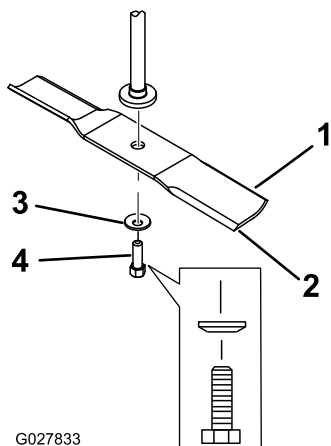

Figure 65
2. Enlevez de l'axe, le boulon, la rondelle bombée et la lame (Figure 65).
1. Placez la lame sur l'axe (Figure 65).
2. Posez la rondelle bombée (face concave vers la lame) et le boulon de lame (Figure 65).